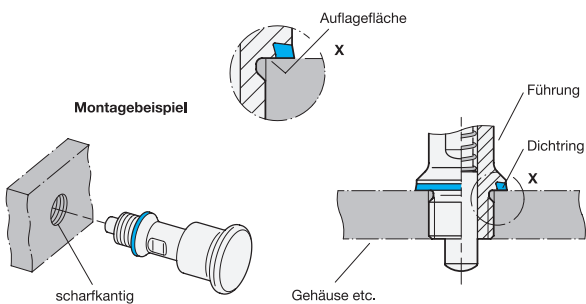

Abb. 2
- Die Aufnahmebohrung muss derart ausgeführt sein, dass der Metallabsatz innerhalb des Dichtrings möglichst vollständig auf dem Untergrund aufliegt und ein Spannen auf Block (metallischer Anschlag) ermöglicht (Toleranz von $+0,05/+0,2$). Der Dichtring muss gänzlich auf dem Untergrund aufliegen (Abb. 2).